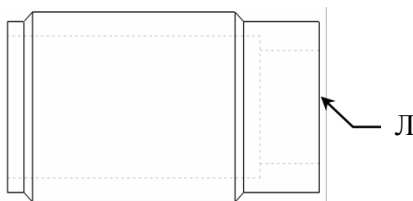

Рис. 2.12. Эскиз детали
5. Полученная деталь должна выглядеть так, как на рис. 2.12.